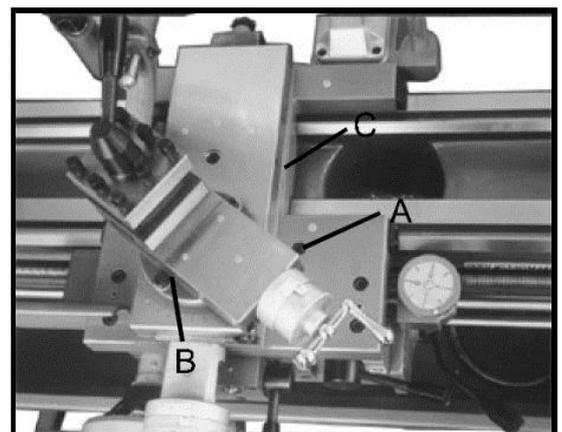

Рис. 15
- Блокировка каретки** (А, Рис. 15) — винт с шестигранной выемкой, расположенный в верхней части задней стороны корпуса каретки. Для блокировки поверните его по часовой стрелке и затяните. Для разблокировки поверните его против часовой стрелки. **Внимание: винт блокировки каретки должен быть разблокирован перед включением автоматических подач или в случае повреждения станка.**
- Блокировка верхней (поворотной) части суппорта** (В, Рис. 15) — установочный винт расположен на боковой стороне верхней части суппорта. Поверните его по часовой стрелке для блокирования и против — для разблокирования.
10. **Блокировка поперечных салазок (С, Рис. 15)** — установочный винт расположен на боковой стороне поперечных салазок. Для блокировки поверните его по часовой стрелке и затяните. Для разблокировки поверните его против часовой стрелки и ослабьте. **Внимание: винт блокировки поперечных салазок должен быть разблокирован перед включением автоматических подач или в случае повреждения станка.**